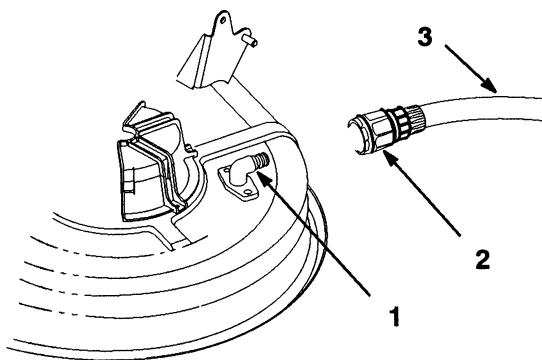

Fig. 53
1. Parkér klipperen vannrett, koble knivkontrollen fra, sett parkeringsbremsen på og dreii tenningsnøkkelen til "OFF" (AV) for å slå motoren av.
2. Fest tilkoblingen (følger ikke med) til klipperens vasketut og slå vannet på fullt (fig. 53).
5. Koble kraftuttaket fra og dreii tenningsnøkkelen til "OFF" (AV) for å stoppe motoren.